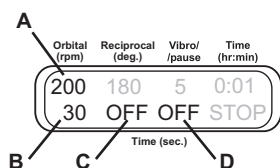

Рис. 3. Дисплей
- 5.8.1. Орбитальное движение (рис. 3, 4 и 5).** Установите скорость вращения платформы (А) (20–250 об/мин), время вращения (В) (1–250 с). Установите время возвратно-поступательного движения (С) и вибродвижения (D) на ноль (OFF, “выключено”).